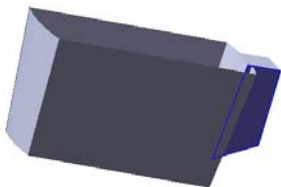
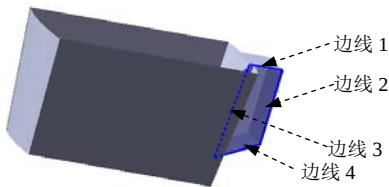

图 5.11.6 曲面-基准面 1
图 5.11.7 选取边界实体
Step4. 创建图 5.11.6 所示的零件特征——曲面-基准面 1。选择下拉菜单 **插入(I) → 曲面(S) → 平面区域(P)...** 命令，系统弹出“曲面-基准面”对话框；在 **边界实体(B)** 选项中，选取边线 1、边线 2、边线 3 和边线 4 作为边界实体，如图 5.11.7 所示；单击对话框中的 **✓** 按钮，完成曲面-基准面 1 的创建。